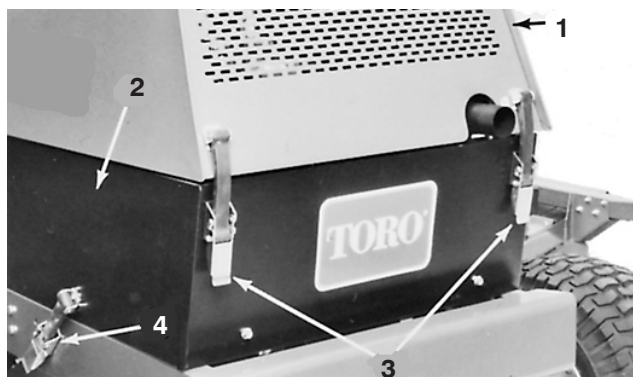

Figure 3
2. Déverrouillez, soulevez et calez le capot en position (Fig. 3). Vérifiez que la béquille de sécurité est bien engagée dans l'un des supports du capot. Déverrouillez et déposez le panneau latéral gauche.